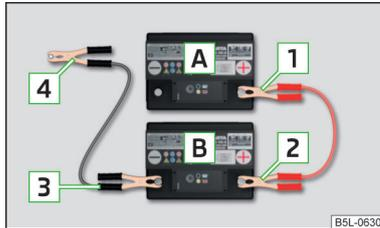

Abb. 224
- Die Klemme **1** am Pluspol der entladenen Batterie **A** » Abb. 224 befestigen.